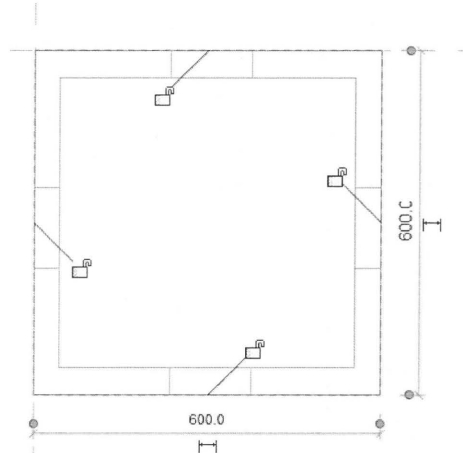

Fig. 05.08. Tegn et låg der passer til boksens størrelse.
- Tegn et låg til boksen med *Extrusion* (Fig. 05.08).